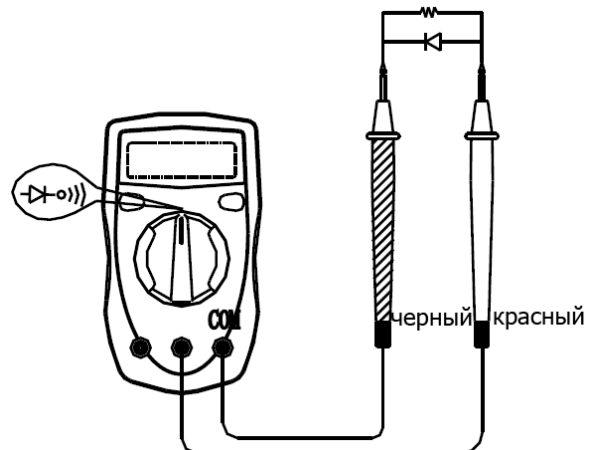

Рис. 6
- Тестовые щупы могут вносить дополнительное сопротивление 0,1 ~ 0,3Ом. Для получения точных показаний при измерении малых сопротивлений замкните накоротко щупы перед измерением и запишите полученное значение (назовем его X). (X) это дополнительное сопротивление от тестовых щупов. Полученную величину вычитайте из показаний для компенсации погрешности.
F. Проверка диодов и непрерывности цепи (См. рис. 6)